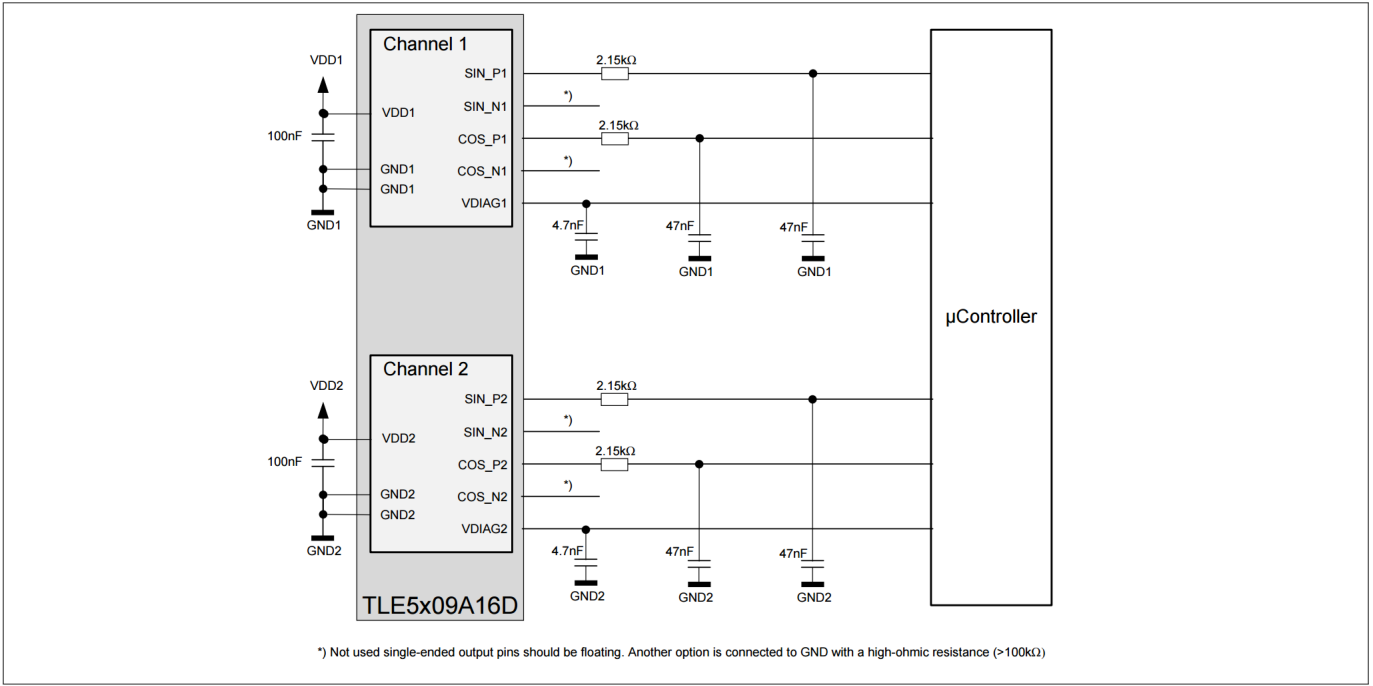
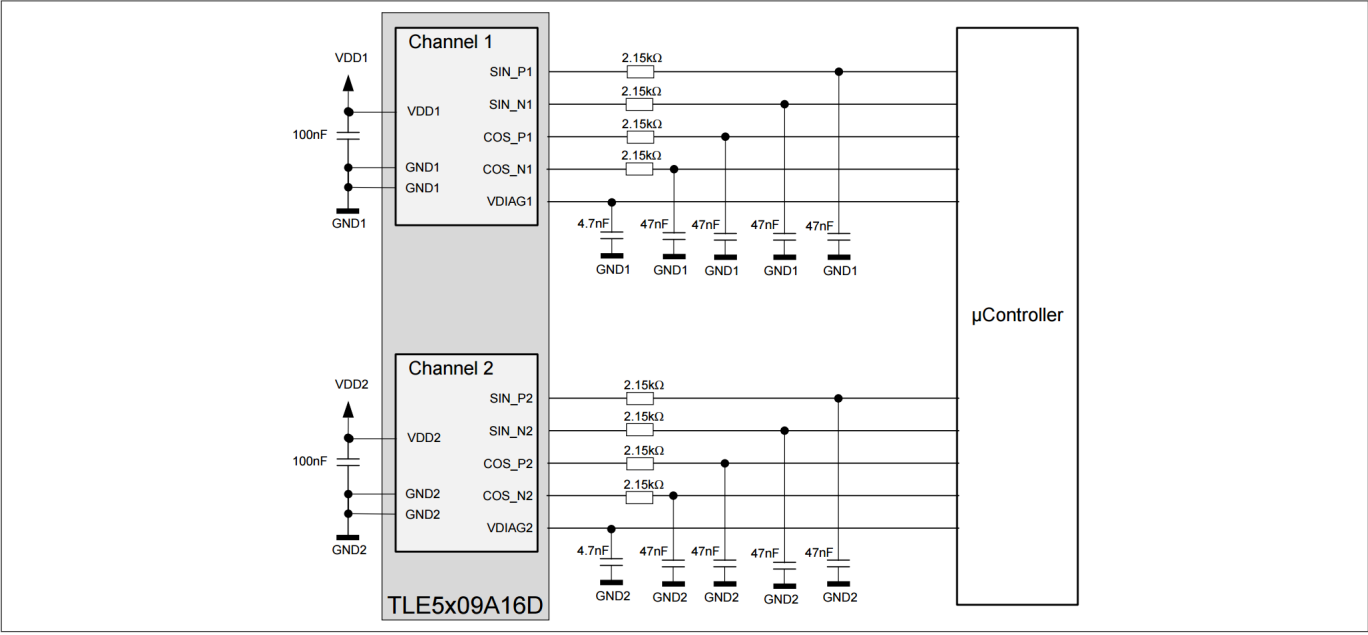

图 10 TLE5x09A16(D) 在单端输出模式下的应用电路；使用正输出通道
图 11 差分输出模式下 TLE5x09A16(D) 的应用电路
TLE5x09A16(D) 传感器可用于单端或差分输出模式。图10显示了 TLE5x09A16(D) 在单端输出模式下使用正输出通道的典型应用电路。对于单端操作，可使用正或负输出通道。未使用的单端输出引脚最好为浮动引脚或以大电阻 ($> 100 \text{ k}\Omega$) 连接至 GND。TLE5x09A16(D) 的 GMR 传感器和 AMR 传感器有独立的电源引脚。微控制器包括多达 10 个 A/D 输入，用于接收差分输出模式下的传感器输出信号，如图 11 所示。出于电磁兼容和输出滤波的考虑，建议采用以下 RC 低通滤波器。RC 低通必须根据应用的转速进行调整。¹⁾